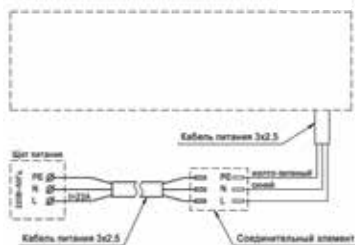

Рис. 5
2. Подключение к стационарной электросети производится в соответствии со схемой, указанной на рис. 5 и на корпусе завесы.